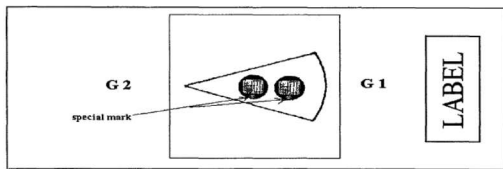

fig.1 スライドを試料台に置く時の正しい方向
- a) fig.1 のようにラベルを右にしてスライドを置く。
- b) G1・G2 の位置を見る。ラベルに近いほうが G1、その左側が G2。視野指定領域を示すマークは fig.1 のようにフィルター切片の下側にある。
- c) fig.1 の方向にして試料台にスライドを置く。